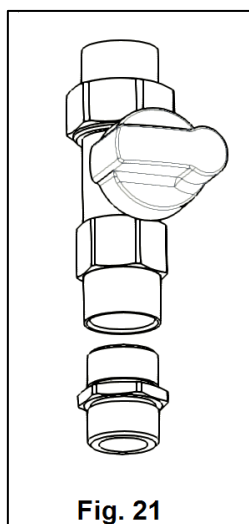
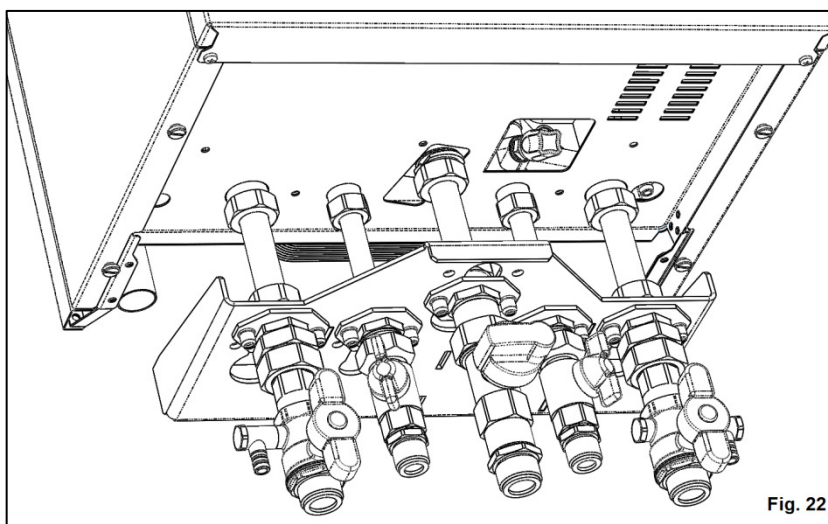

Fig. 21
Fig. 22
15. Pe corpul principal al robinetului de gaz N se ataseaza niplul S, etansarea asigurandu-se cu snur de canepa (Fig. 21). Ansamblul obtinut se monteaza pe unitate, prin intermediul conexiunii de tip olandez a robinetului N (Fig 22).